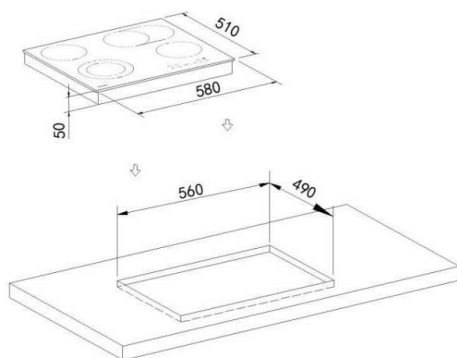

Abbildung 1
1. **Einbau des Cerankochfelds** (wie in Abbildung 1 dargestellt)